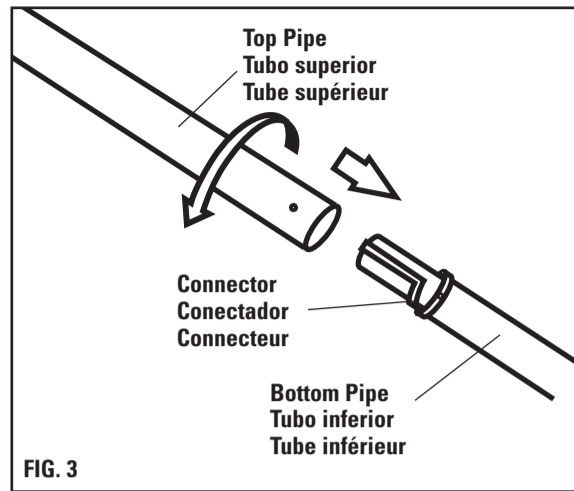

FIG. 3
2. Align top pipe to the connector indentation points on the bottom pipe. Place top pipe onto the connector. Turn top pipe to the left (from position 0 to position 1) to secure (Fig. 3).
2. Alinee los puntos de conexión de la parte de abajo del tubo superior con las aberturas del conector que se encuentran en la parte de arriba del tubo inferior. Dele vuelta al tubo superior hacia la izquierda (de la posición 0 a la posición 1) para asegurarlo (Fig. 3).
2. Aligner le tube supérieur sur les indentations du connecteur sur le tube inférieur. Mettre le tube supérieur dans le connecteur sur le tube inférieur. Tourner le tube supérieur vers la gauche (de la position 0 à la position 1) pour fixer (Fig.3).